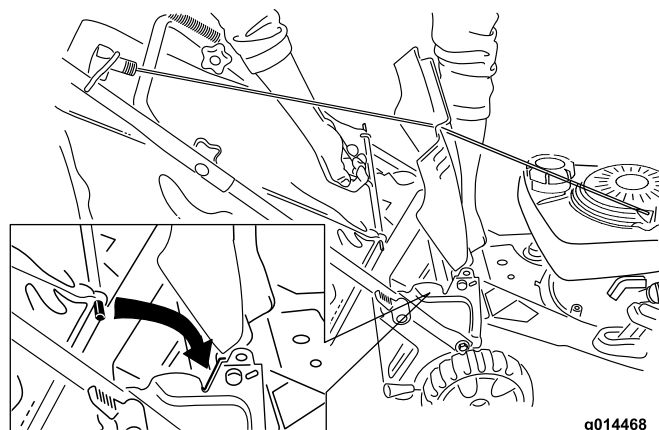

Figure 21
2. Soulevez et bloquez le volet arrière, placez le bac dans les encoches et abaissez le volet (Figure 21).